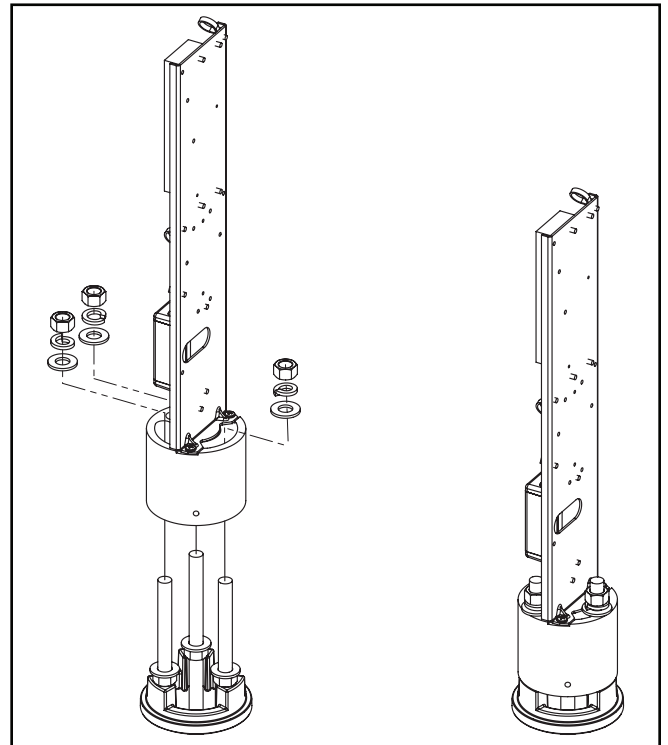

Figure 3.
10. Une fois l'ensemble pilote de base en position, ajoutez (1) rondelle, (1) rondelle d'arrêt et (1) écrou par boulon d'ancrage et serrez les boulons à un couple de 41 N-m (30 pi-lb) (Figure 3.)